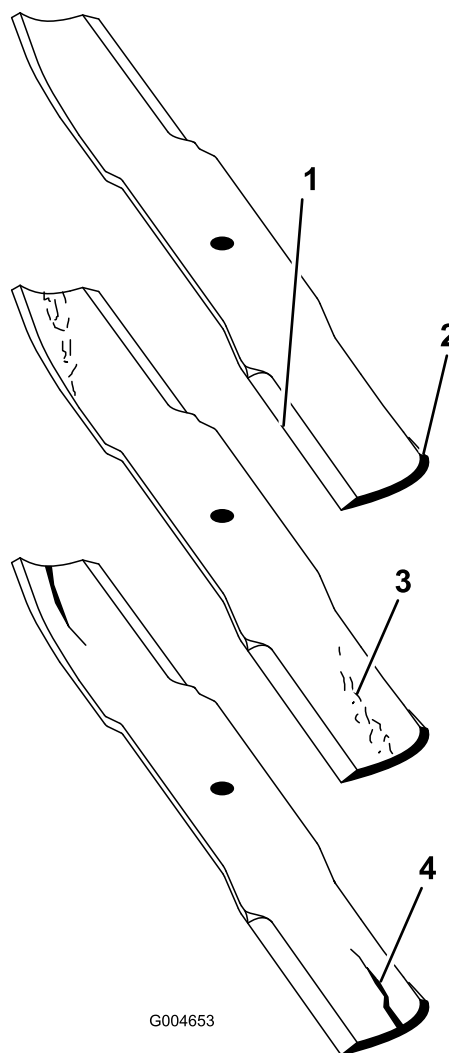

Figura 21
1. Inspeccione as extremidades de corte (Figura 21). Se as extremidades não estiverem afiadas ou estiverem amolgadas retire e afie as lâminas. Consulte Afiar as lâminas.
2. Inspeccione as lâminas, especialmente a área da aba (Figura 21). Se verificar quaisquer danos, desgaste, ou a formação de ranhuras nesta área (Figura 21), instale imediatamente uma lâmina nova.